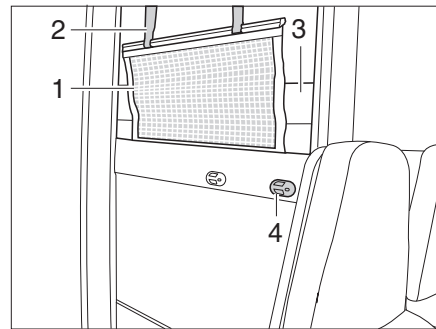

Fig. 142 Lit superposé (côté)
- Retirer le matelas (Fig. 142,3) du lit supérieur et le poser sur le lit inférieur.
- Accrocher l'échelle de montée par les longerons sur le bandeau (Fig. 142,4) installé sur le cache.
Le filet de sécurité (Fig. 142,1) de série est rangé entre le matelas et le sommier à lattes. Ne tendre le filet de sécurité qu'une fois que les personnes se trouvent dans la capucine.
- Faire s'enclencher les sangles de retenue (Fig. 142,2) dans les œillets du plafond.